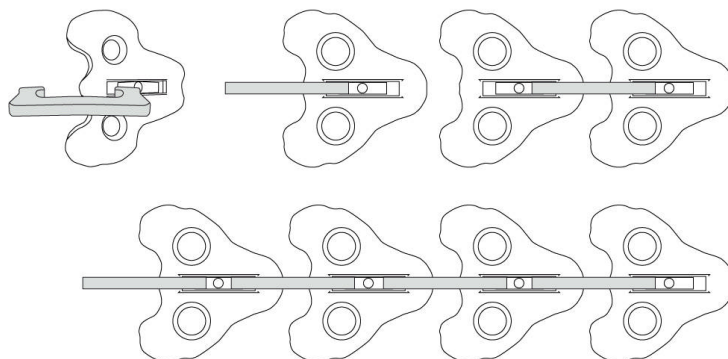

Fig. 1
4. Početi sklapanje protukliznog uređaja sa pločicom (A) u kojoj se umeće spojnica (B) (Fig.1). Nastaviti formirati lanac umećući sa druge strane spojnice još jednu pločicu (A) i tako naizmjenično dugu spojnicu (B) ili kratku spojnicu (C) dok se ne upotrijebe svi elementi.